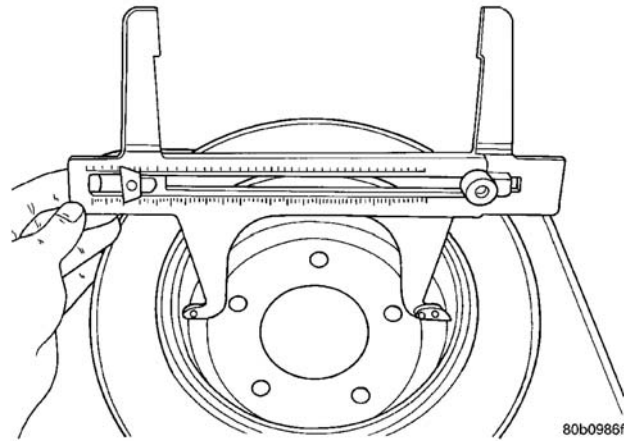

图 148 测量停车制动器制动鼓直径
- （5）使用制动衬片卡规（专用工具 C-3919）或等同量具，精确地测量制动盘的停车制动器鼓部分的内径（图 148）。